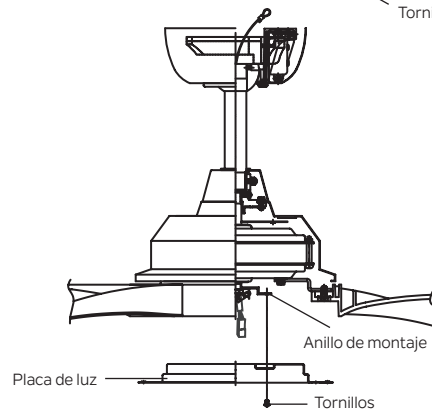

Figura 16
**Paso 1.** Afloje los dos tornillos del anillo de montaje fijado al eje del motor y "retire" y guarde el tercer tornillo. (Figura 16)